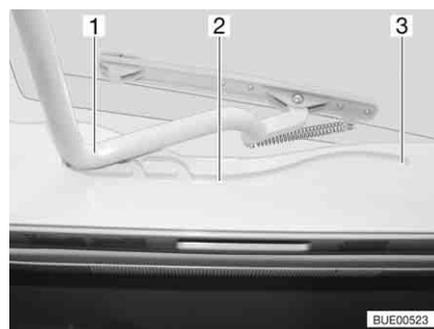

Fig. 91 Claraboya Heki, guía
- Tirar la horquilla (Fig. 91,1) en las guías (Fig. 91,2) hasta la posición trasera final (Fig. 91,3).
- Empujar el estribo (Fig. 91,1) ligeramente hacia arriba con ambas manos.
- Tirar el estribo en las guías (Fig. 91,2) hasta la posición deseada.